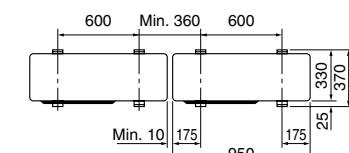

Fig. 3-1
- Ünitelerin çalışması sırasında gürültü yapmaması için ünitemi mutlaka sağlam ve düz bir yüzeye monte edin. (Fig. 3-1)